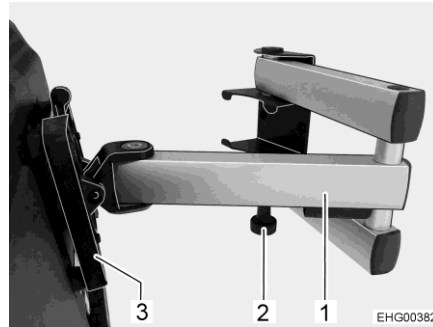

Bild 77 Fäste (tvådelad ledad arm)
- Dra i låsknappen (Bild 77,2). Den ledade armen (Bild 77,1) är upplåst.
- Vrid tillbaka den platta bildskärmen till utgångsläget, tills hållaren (Bild 77,3) hakar hörbart fast i låset.